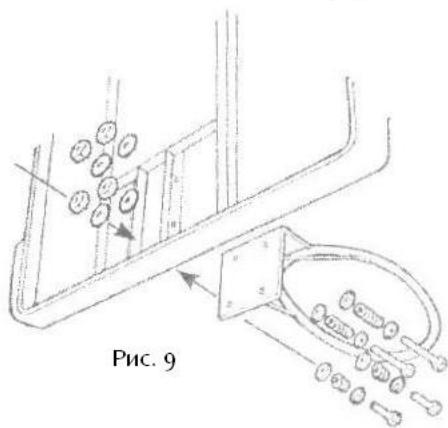

Рис. 9
Присоедините кольцо (R) к щиту, выровняв по отверстиям. Вставьте 2 болта (BC), 4 крышки больших пружин (LSC), 2 больших пружины (LS), 2 шайбы (WG) и 2 гайки (LNI) в отверстия на щите и кольце (см. рис. 9). Заметьте, что большие пружины должны находиться в верхних отверстиях. Затем, вставьте 2 болта (BB), 4 крышки малых пружин (SSC), 2 маленькие пружины (SS), 2 шайбы (WH), 2 гайки (LNI). Маленькие пружины должны находиться в нижних отверстиях.